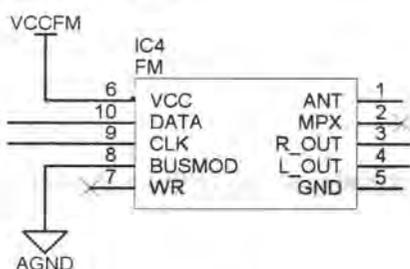

图 3-96 完成放置
- [2] 移动光标到需要放置的位置处，单击鼠标左键即可完成放置，并可以进行连续放置，如图 3-96 所示。单击鼠标右键或按 **Esc** 键退出放置状态。